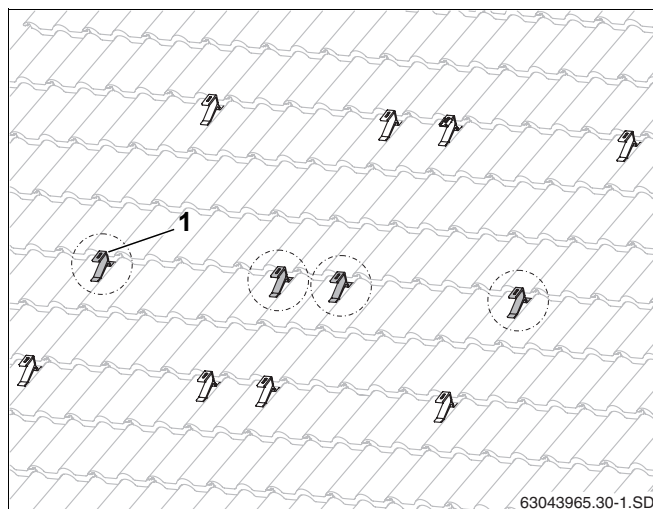

Fig. 28 Cârlige suplimentare pentru șine profilate de sarcină mare (zăpadă) (aici: pentru doi colectori)
- Fixarea cârligelor suplimentare (Fig. 28, **Poz. 1**) cât mai central, între cârligele superioare și inferioare deja montate.